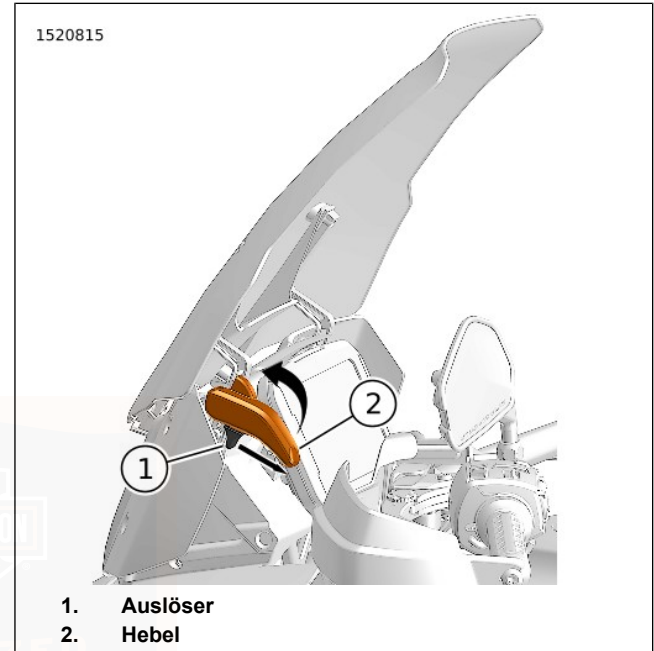

Abbildung 51. Höheneinstellung Windschutzscheibe
1. Siehe Abbildung 51. Halten Sie den Hebel (2) und betätigen Sie den Auslöser (1), bis der Hebel nach unten bewegt werden kann.
1. Siehe Abbildung 51. Halten Sie den Hebel (2) und betätigen Sie den Auslöser (1), bis der Hebel nach oben bewegt werden kann.